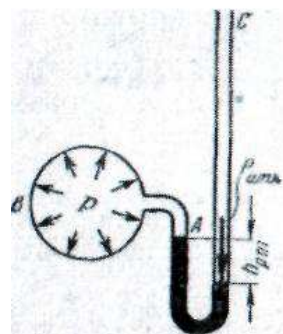

Рис. 2.2 - Схема жидкостного вакуумметра
1.2. Жидкостный вакуумметр показан на рис. 2.2. Вакуумметр представляет собой заполненную ртутью или водой изогнутую трубку, один конец которой – А – соединяется с пространством В, где измеряется давление, а другой конец – С – открыт. Если измеряемое давление меньше атмосферного, т.е. в сосуде имеется вакуум, приборы, служащие для измерения давления, называются вакуумметрами.